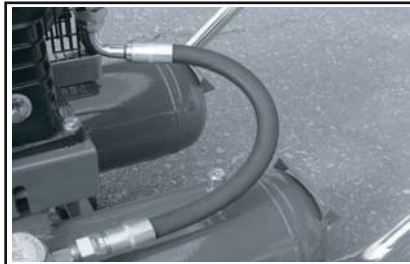
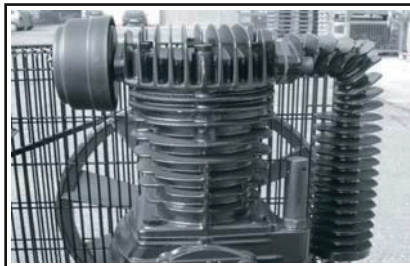
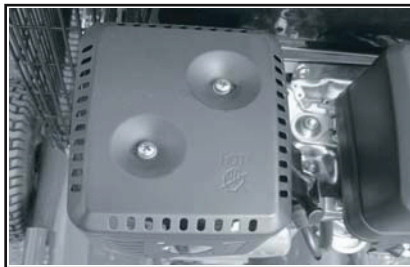
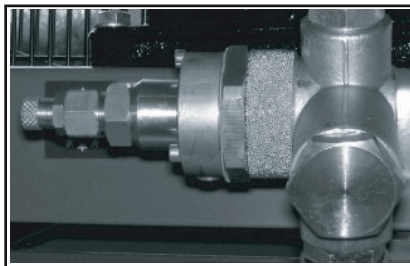

fig. 13
fig. 14
fig. 15
fig. 16
- Evitare di toccare le superfici bollenti come il tubo di collegamento (fig.13), la testata (fig.14), la marmitta del motore (fig.15) e la valvola pilota (fig.16).